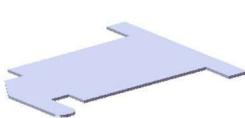
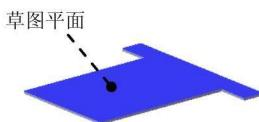
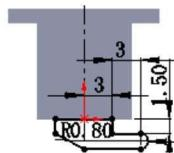

图 1.5 薄片
图 1.6 草图平面
图 1.7 横断面草图 2
Step3. 创建图 1.5 所示的钣金特征——薄片。选择下拉菜单 **插入(I)** → **钣金(H)** → **基体法兰(A)...** 命令 (或单击“钣金”工具栏上的“基体法兰/薄片”按钮); 选取图 1.6 所示的模型表面作为草图平面, 在草绘环境中绘制图 1.7 所示的横断面草图, 选择下拉菜单 **插入(I)** → **退出草图** 命令, 退出草绘环境, 此时系统自动生成薄片。